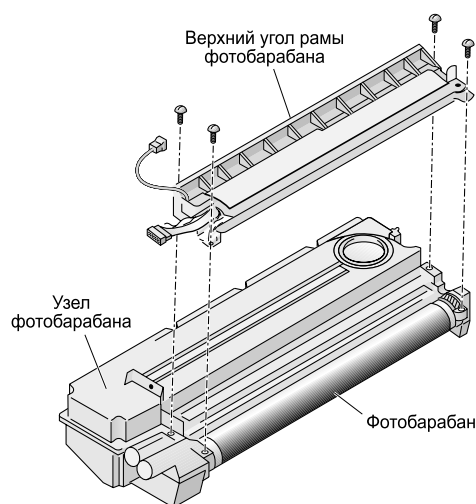

Рис. 11. Узел фотобарабана
- снимите винты (по два с передней и с задней стороны), крепящие верхний узел рамы фотобарабана к узлу фотобарабана, и разделите их (см. рис. 11);